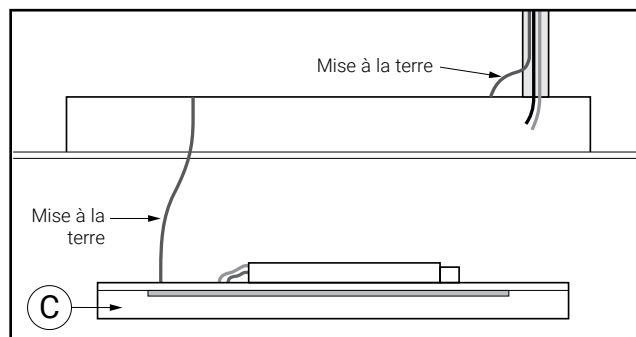

Figure 11.
11. **Situation 1** Mise à la terre : Vissez le câble de mise à la terre du panneau DEL (C) au chemin lumineux encastré d'origine si la connexion de mise à la terre du luminaire existant est établie à travers le luminaire existant (fig. 11).